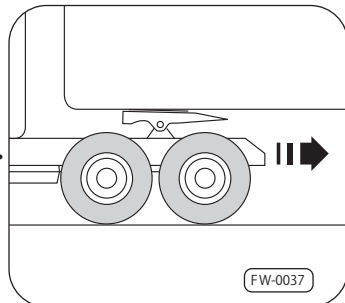

図6 第5輪の載っているトラクターをセミ・トレーラーと連結する
7. 第5輪の連結がロックするまでトラクターをゆっくりと後退して下さい。ロックは自動的に閉まります。図6参照